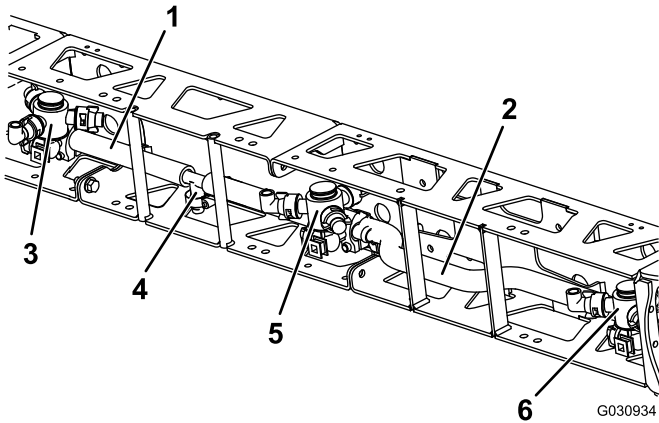

Figura 13
- Montate il flessibile della barra destra sul corpo a doppia torretta dell'estensione della barra centrale e sul corpo a torretta singola (Figura 13).
- Montate il raccordo a T precedentemente rimosso e i 2 flessibili rimanenti (23,18 cm) come illustrato nella Figura 13.